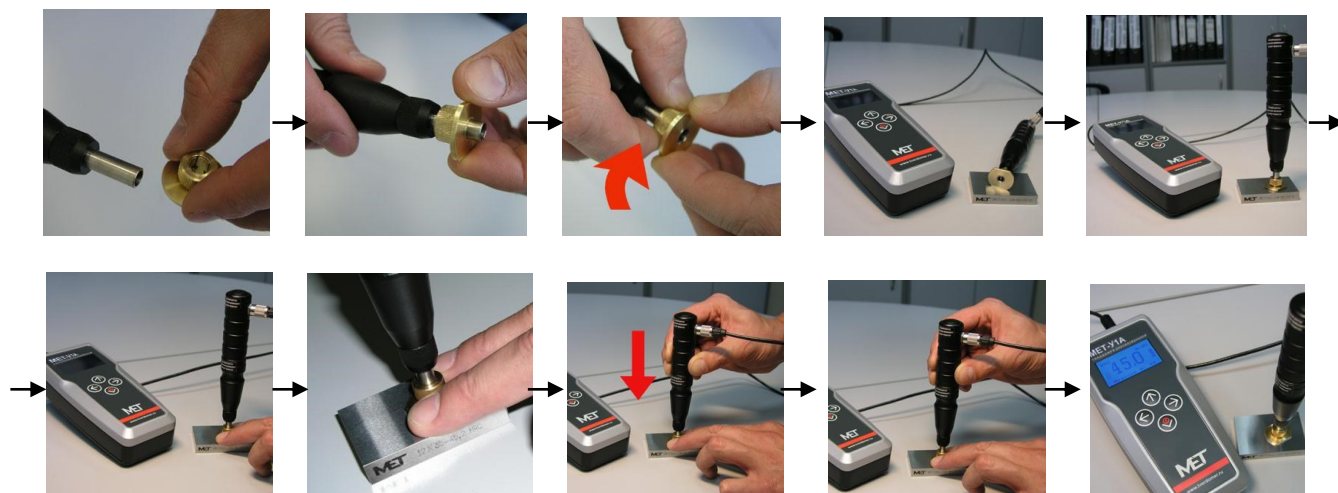

Рис. 6.6. Схема измерений твердости ультразвуковым датчиком.
6.3.1.1. Схема измерений твердости ультразвуковым датчиком представлена на рис. 6.6.